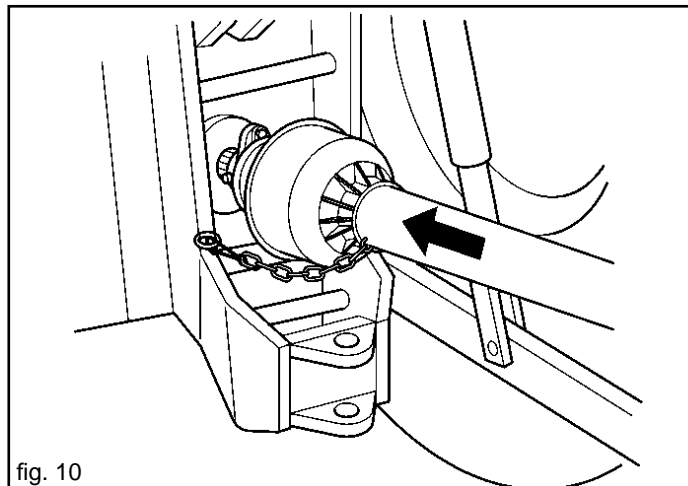

fig. 10
- 6) Die Kardanwelle einkuppeln und sicherstellen, daß sie fest mit der Zapfwelle verbunden ist (Abb. 10). Sicherstellen, daß sich der Schutz ohne Behinderung dreht und ihn dann mit der speziellen Kette befestigen.